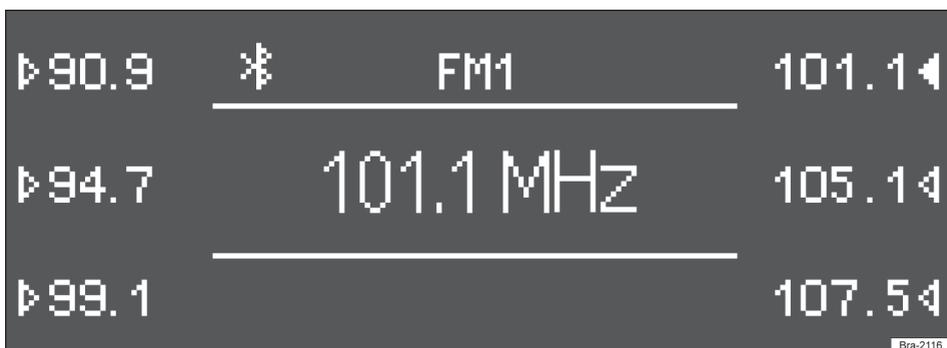

Fig. 142 Estações salvas nos botões de estação do nível de memória FM1.
- A estação atualmente ajustada (na → Fig. 142: 101.1 MHz) é, então, salva neste botão de estação.